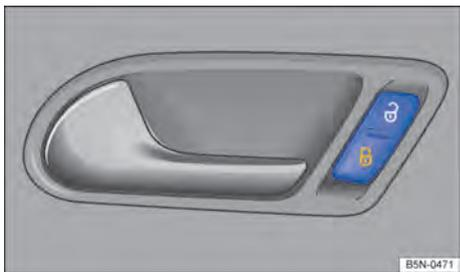

Fig. 28 Na porta do condutor: botão do travamento central.
Se for o caso, o veículo é travado automaticamente a partir de uma velocidade de 15 km/h (10 mph) ⇒ Página 29. Se o veículo estiver travado, a luz de controle  no botão do travamento central ⇒ Fig. 28, irá se acender em amarelo.
Se os botões da chave do veículo ⇒ Fig. 26 ou ⇒ Fig. 27 ou um dos botões do travamento central ⇒ Fig. 28 forem acionados repetidas vezes em um curto espaço de tempo, ocorrerá um desligamento temporário do travamento central para proteção contra sobrecarga. Então, o veículo permanecerá destravado por aproximadamente 30 segundos. Se durante esse tempo nenhuma porta do veículo, nem a tampa traseira for aberta, o veículo será travado automaticamente.
Pressionar o botão  ⇒ Fig. 28:
- A luz de controle  no botão vai se acender em amarelo ⇒ Fig. 28, se todas as portas e a tampa traseira estiverem travadas.
- O botão  é pressionado ⇒ Fig. 28.